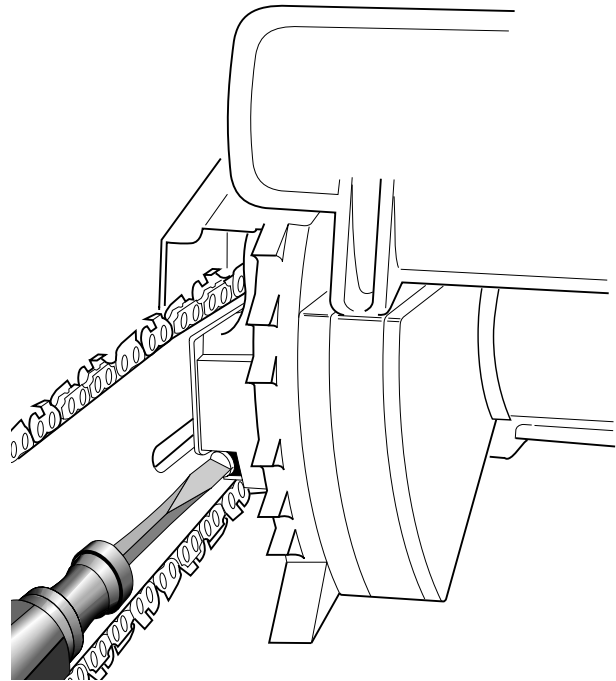

Figure 5 - Pour tourner la vis de réglage
2. Tourner la vis de réglage dans le sens horaire jusqu'à ce que tout le mou ait disparu de la chaîne. (Voir la figure 5.)